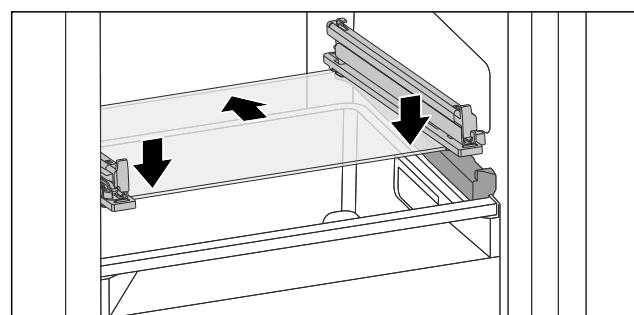

Fig. 108 Glasplatte des abkippbaren Schubfachs
- Glasplatte schräg hinter den Stopfern aufsetzen. (siehe Fig. 108)